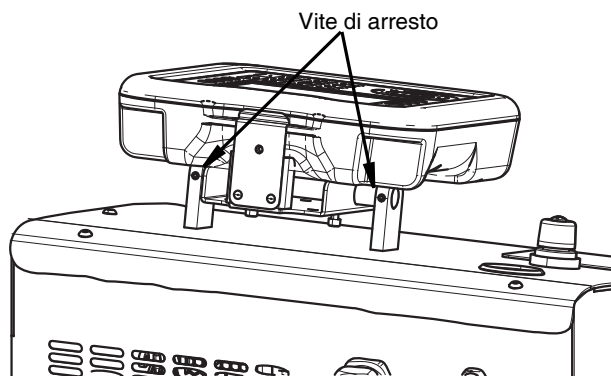

FIG. 12
1. Allentare entrambe le viti di fissaggio sulle staffe di montaggio dell'ADM usando una chiave a brugola da 2,5 mm. Vedere FIG. 12.